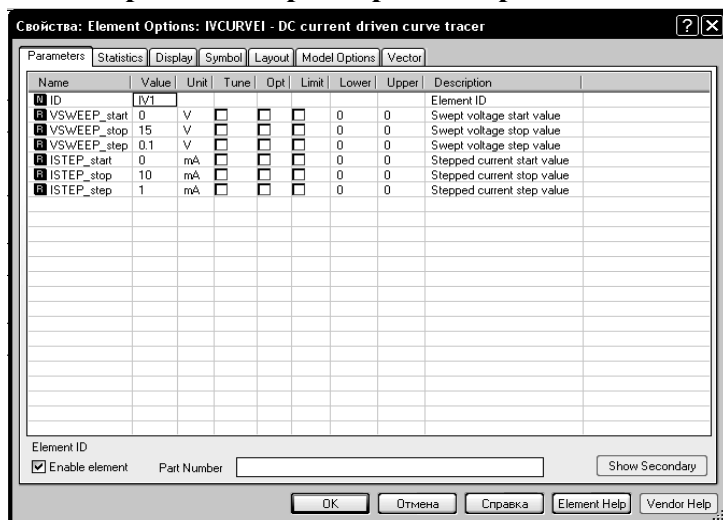

Рис. 3.4
2. Измените значения полей **Value** (Значение), как показано на рис. 3.4 и нажмите **OK**.